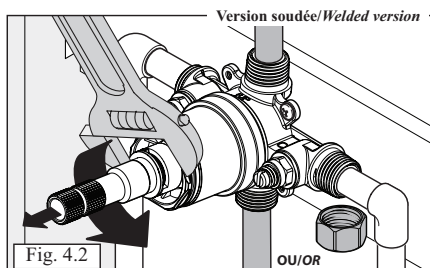

Fig. 4.2
- **VERSION SOUDÉE** : IMPORTANT - Enlever la cartouche avant de souder (fig. 4.2).
- **WELDED VERSION:** IMPORTANT - Remove the cartridge before welding (fig. 4.2).